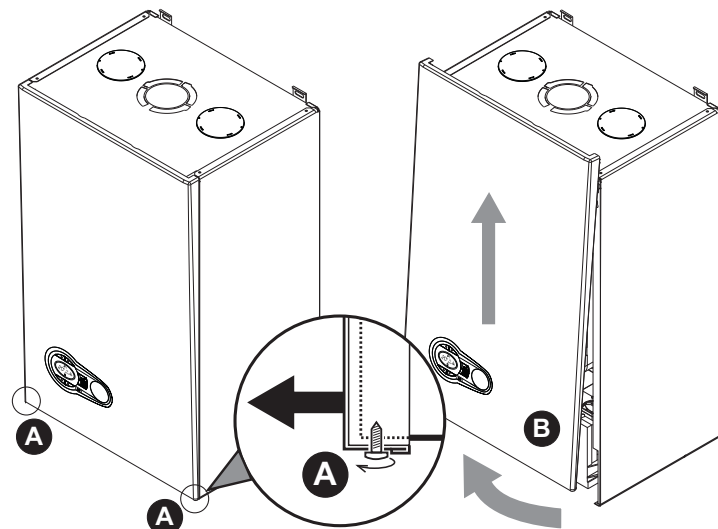

fig. 24 - Apertura del panel frontal
1. Desenroscar parcialmente los tornillos **A** (fig. 24).